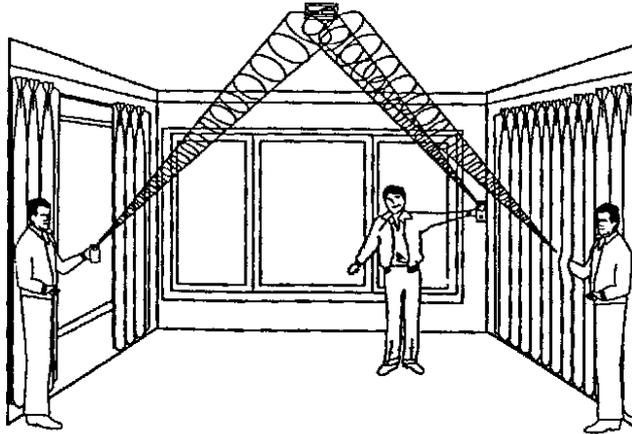

Рис. 5
- 3) Держа тестер около поверхности стекла за любыми звукоизолирующими предметами (жалюзи, занавеси), нажмите кнопку «Test» (см. рис. 5).